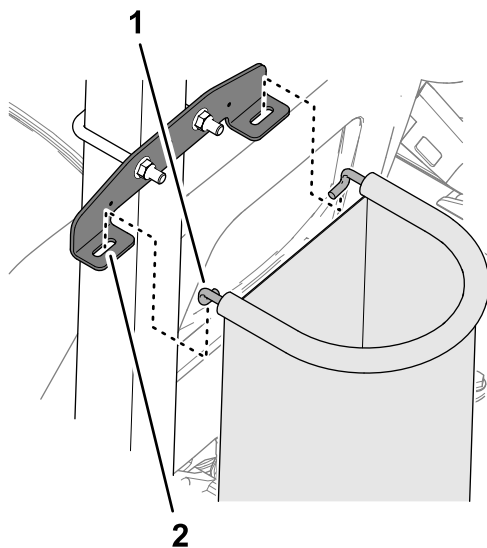

Figura 24
3. Inserte los ganchos de la varilla del aro en las ranuras del soporte de montaje (Figura 24).